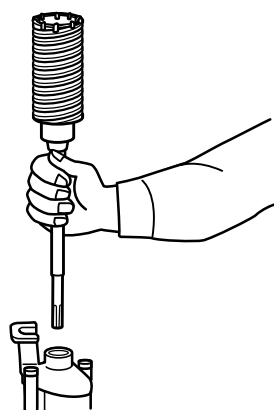

図 13
- (2) ドリルビット、およびブルポイントの取付けと同様にコアビットシャンクを本機につけます。(図 13)